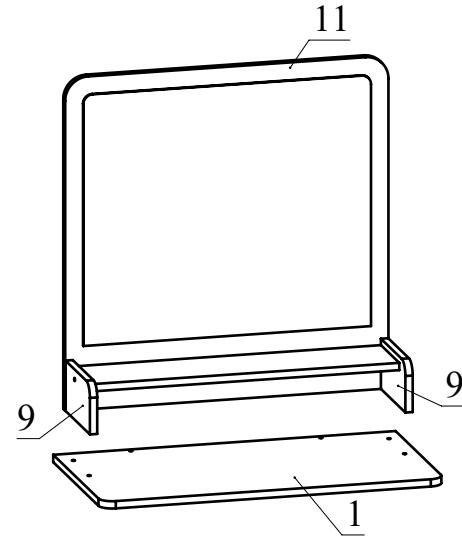

Рис.9
- Соедините полученную конструкцию с деталью 1 с помощью конфирматов (Рис. 9).